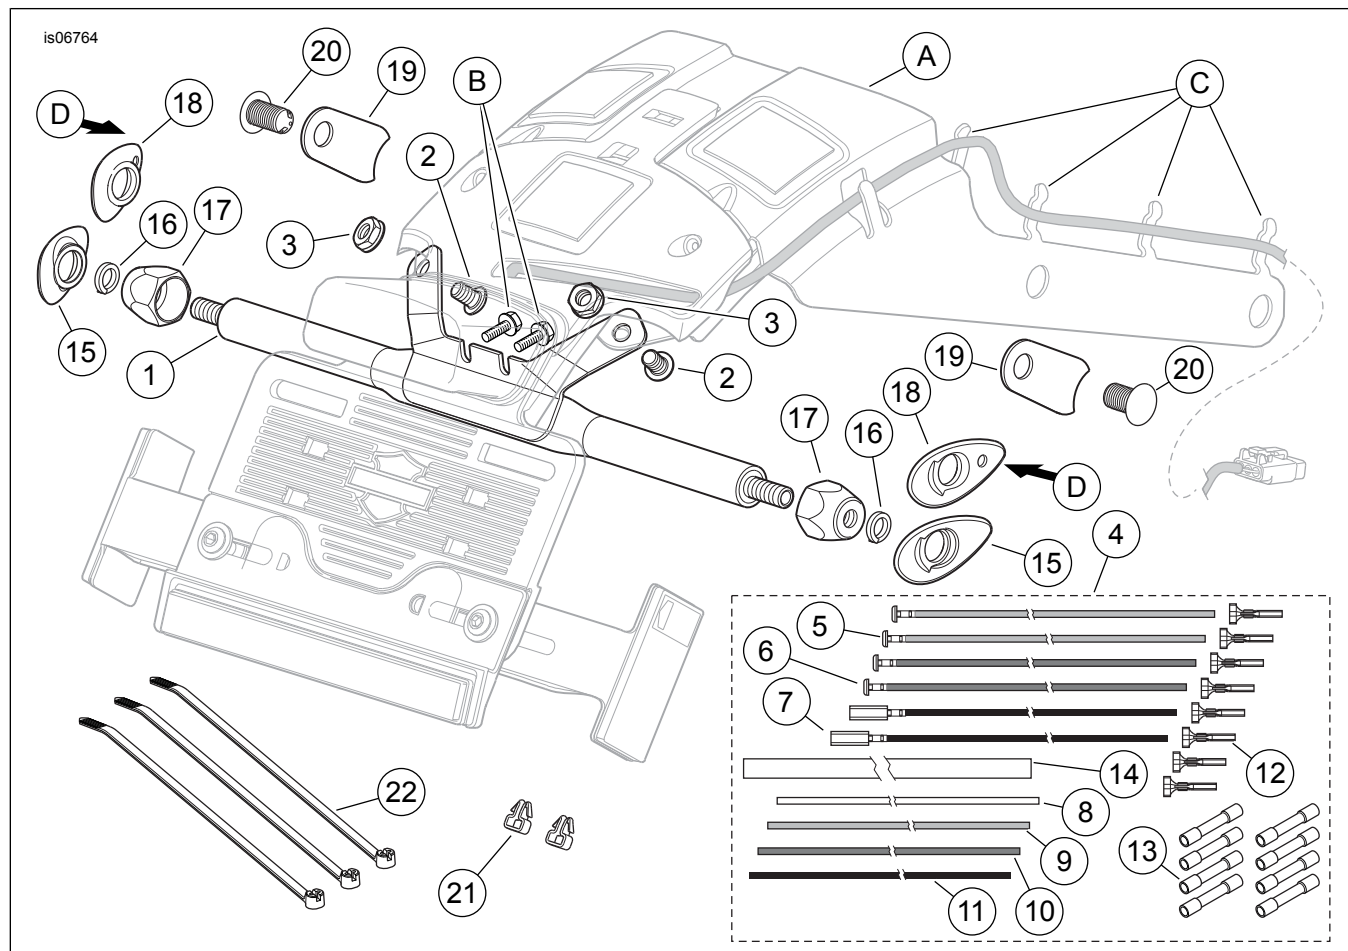

Figura 3. Parti di ricambio, kit riposizionamento luce posteriore/di arresto/degli indicatori di direzione modelli FXS
1. Vedere Figura 3. Installare, senza stringere, un controdado verniciato di nero (17) su uno dei prigionieri filettati della saldatura della barretta delle luci. Collocare una rondella di sicurezza (16) sul prigioniero, a contatto con il controdado. Porre un coperchio nero della rientranza (15), con l'orientamento mostrato, sul prigioniero.
2. Inserire i fili delle luci STT attraverso il piccolo foro nel coperchio della rientranza in gomma nera (18) nella direzione illustrata (D).
3. Vedere Figura 3. Installare, senza stringere, un controdado verniciato di nero (17) su uno dei prigionieri filettati della saldatura della barretta delle luci. Collocare una rondella di sicurezza (16) sul prigioniero, a contatto con il controdado.
1. Vedere Figura 3. Inserire il cablaggio delle luci STT sul lato destro, seguendo il percorso del cablaggio della lampadina della targa attraverso la canalina e dietro ai quattro fermi (C) sul gruppo di supporto del modulo della targa (A), verso la parte anteriore del parafrangente, quindi estrarre attraverso il foro passante per il filo nel parafrangente. Ripetere per il cablaggio del lato sinistro del gruppo STT.
2. Fissare il cablaggio al parafrangente con i fermacavo (21) presi dal kit.
5. Procurarsi dal kit i sei terminali femmina (12) e le parti femmina a quattro vie, rimosse dai fili originali.
9. Usare una fascetta fermacavi (22) presa dal kit per fissare il cablaggio.
11. **Dopo aver installato le borse portapacchi**, installare le piastre di copertura (19) nei punti in cui sono state rimosse le luci di serie del gruppo STT. Orientare la piastra di copertura con il lato curvo verso il punto di ancoraggio. Inserire un fermo a pressione (20) attraverso la piastra di copertura per fissarla al veicolo.